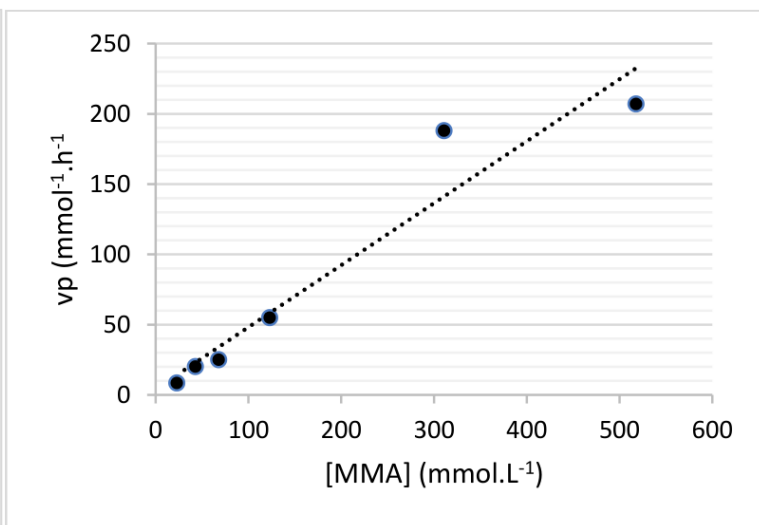

Figure 4. Graphique représentant  $v_p = f([MMA])$
- 3.5.** En étudiant l'évolution de la vitesse  $v_p$  en fonction de la concentration en MMA sur la figure 4, déterminer si l'évolution temporelle de la concentration en MMA suit une loi de vitesse d'ordre 1.